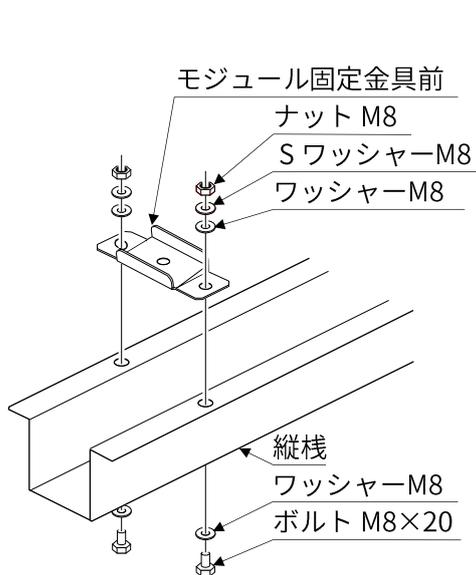
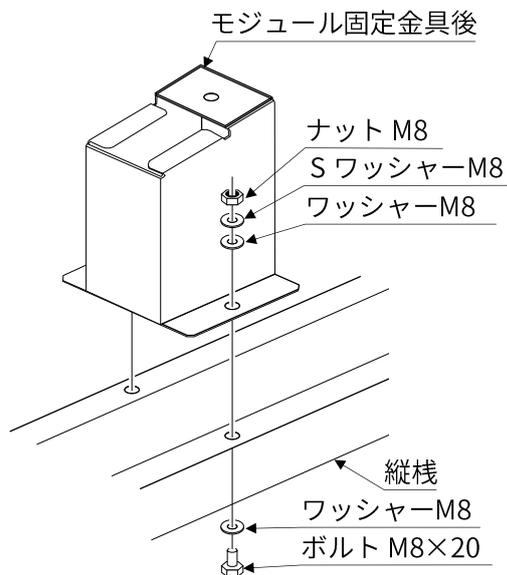

図 3-12. 折板屋根工法 金具前の固定図
図 3-13. 折板屋根工法 金具後の固定図
- ① 縦棧の軒先側にモジュール固定金具前（図 3-12）およびモジュール固定金具後（図 3-13）を 2 本のボルト M8×20 で固定してください。